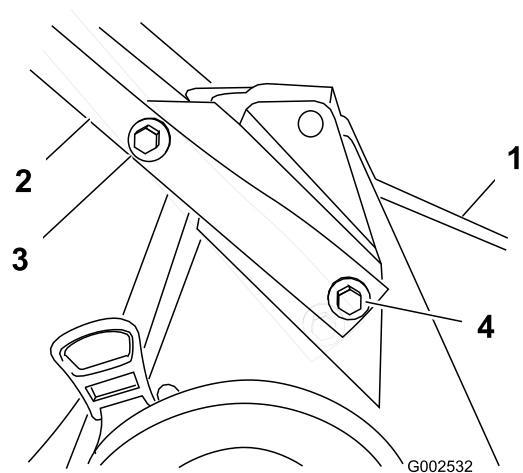

Figura 3
1. Monte el manillar en la carcasa del cortacésped con 2 pernos (5/16 x 7/8 pulg.), 2 pernos (5/16 x 1-1/2 pulgadas), 4 arandelas y 4 contratuercas (Figura 3).